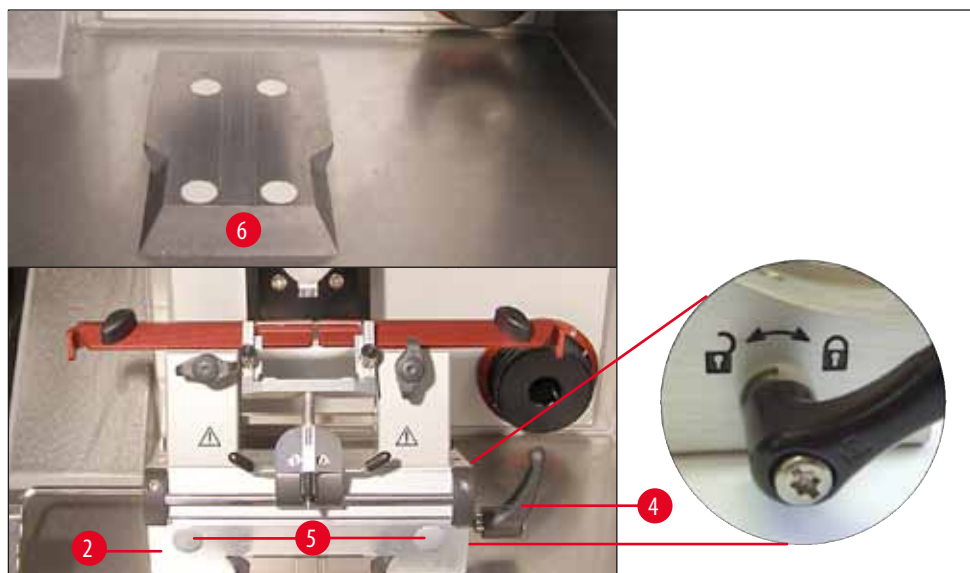

Fig. 25
- Împingeți baza suportului cuțitului/lamei (→ Fig. 25-2) pe ghidajul în coadă de rândunică (→ Fig. 25-6) din față și strângeți-o folosind maneta de prindere (→ Fig. 25-4). Deplasați maneta de prindere în sensul acelor de ceasornic (spre simbolul închis de blocare) din partea dreaptă a bazei suportului lamei / cuțitului (consultați detaliile din (→ Fig. 25)). Pentru a mișca baza, deschideți maneta de prindere doar puțin pentru a preveni alunecarea accidentală în direcția capului specimenului! Deplasați maneta de prindere în sensul acelor de ceasornic (spre simbolul cu lacăt deschis) din partea dreaptă a bazei suportului lamei/cuțitului (consultați detaliile din (→ Fig. 25)).